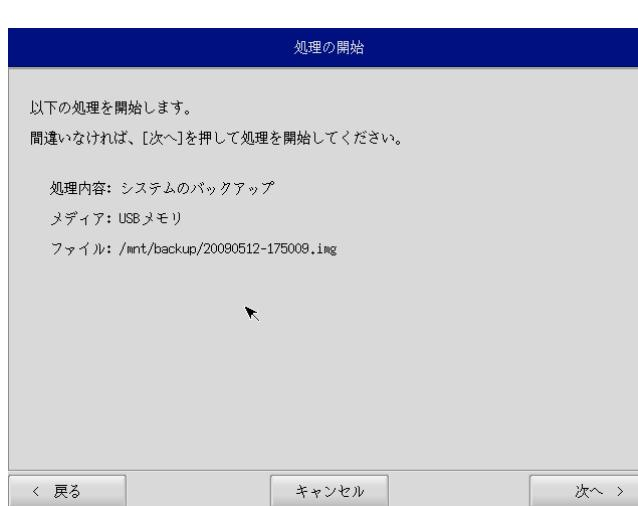

図 6-3-4. 確認画面
- ⑥ 確認画面（図 6-3-4）が表示されます。メディア、保存ファイルを確認します。[次へ] ボタンを押します。